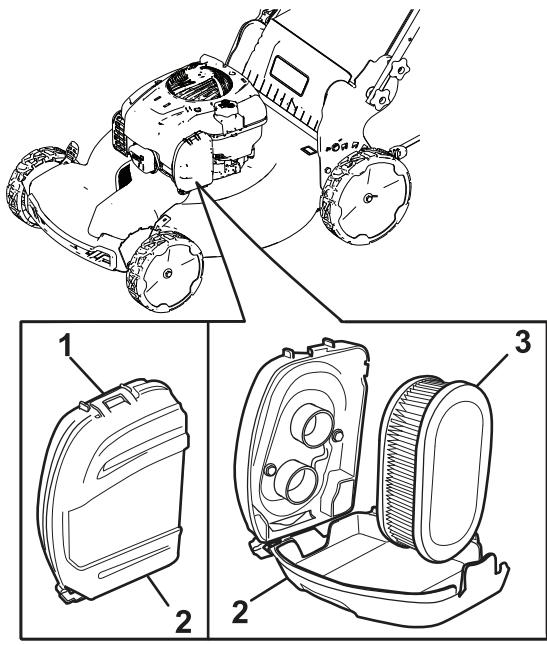

Figura 20
1. Abra los cierres de la parte superior de la tapa del filtro de aire (Figura 20).
2. Retire el filtro de aire (Figura 20).